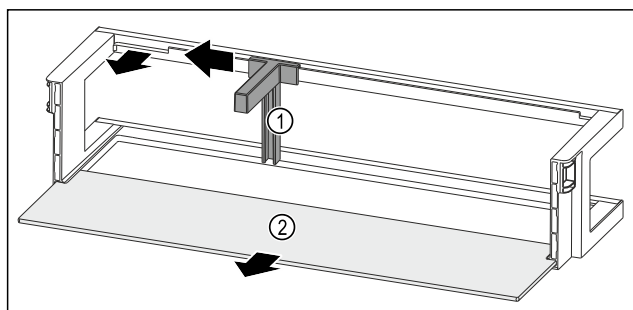

Fig. 138 Dveřní přihrádka s držákem lahví a odkládací plochou
- ▶ Držák lahví Fig. 138 (1) posuňte na stranu až k vybrání.
- ▶ Držák lahví Fig. 138 (1) odeberte.
- ▶ Odkládací plochu Fig. 138 (2) odeberte.